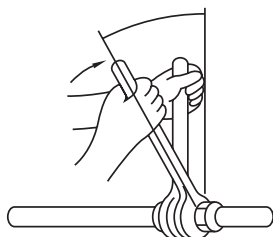

Fig. 5-8
- Na naležno površino cevi nanesite tanko plast hladilnega olja. (Fig. 5-8)